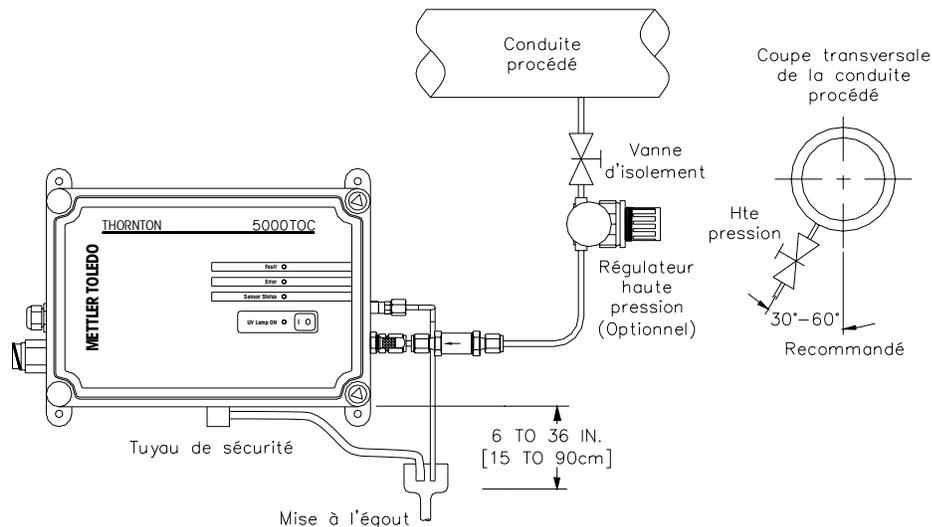

Figure 2. Installation de la sonde 5000TOC d'échantillon
- Placer le filtre à grande capacité, fourni dans le kit d'installation de la sonde. L'extrémité fileté mâle du filtre doit être vissée dans le raccord fileté femelle d'entrée d'échantillon ainsi que décrit en figure 2. Visser avec une clé plate pour que le raccordement soit sécurisé et étanche. **Ne pas trop serrer.**
- Acheminer le tube d'évacuation de sécurité à une mise à l'égout à proximité de la sonde. Voir la figure 2, pour les dimensions de l'emplacement du tuyau. **Prendre bonne note de la longueur du tuyau comprise entre 15 et 90 cm.**
Important ! Le tube d'évacuation en acier inoxydable doit être branché sur une conduite d'alimentation ou un puisard de drainage pour créer un intervalle d'air et éviter le siphonnement. L'installation doit respecter les dimensions indiquées sur la figure 2 pour un fonctionnement correct de la sonde.
Pour des installations avec une pression du procédé supérieure à **5,9 bars**, le Régulateur Haute Pression (réf. 58 091 552) est **nécessaire** (voir figure 2). Celui-ci est livré avec sa notice d'installation.